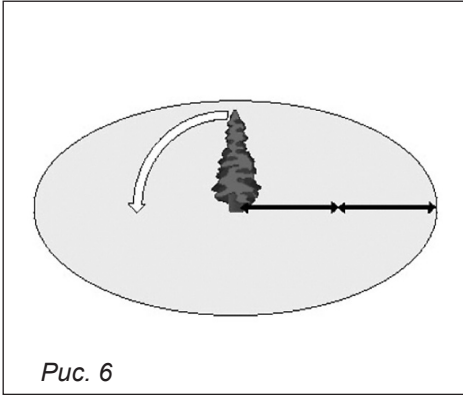

Рис. 6
6. Переведите рукоятку воздушной заслонки в положение «Б» — «Рабочее положение», надавив на нее до упора (рис. 6).
Опасная зона: падающие деревья могут сбить и потянуть за собой соседние деревья. Зона опасности составляет двойную высоту дерева, подлежащего пиленнию (рис. 6).